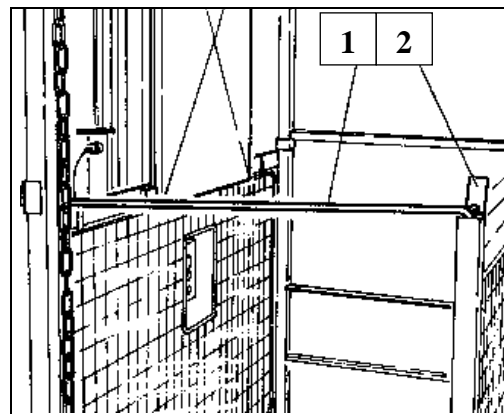

Fig. 26 Absturzsicherung
- Absturzsicherung (Fig. 26) über Ladeklappe schließen, so daß Hebel einrastet. - Zum Mastaufbau fährt der Monteur in der Lastbühne mit hoch.